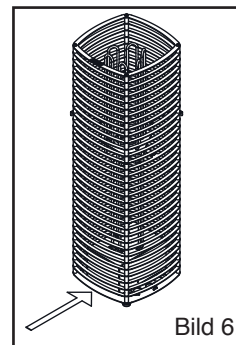

Bild 6.
- Bastuaggregatets styrströmbrytare sitter framtilt på aggregatets nedre del (se bild 6).